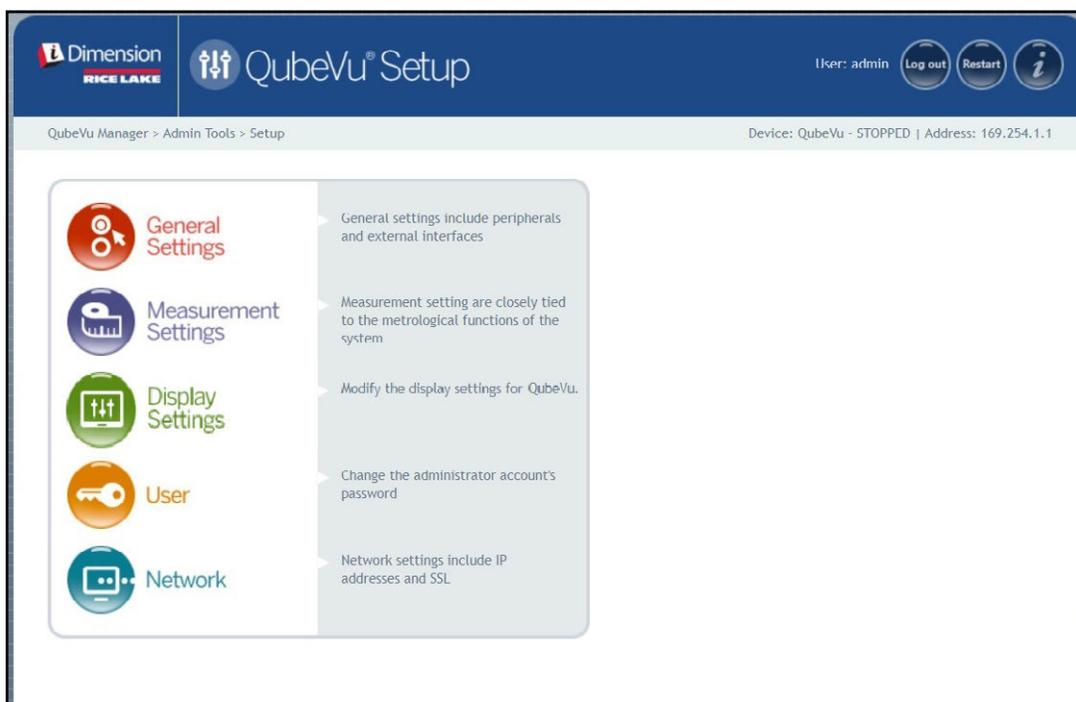

Figura 5-1. Menu Setup (Impostazione)
- Selezionare  **General Settings** nel menu **Setup** (Impostazione) (Figura 5-1 a pagina 22). Viene visualizzato il menu **General Settings** (Impostazioni generali).
- Selezionare  nel menu **Setup** (Impostazione) (Figura 5-1 a pagina 22). Viene visualizzato il menu **Measurement Settings** (Impostazioni di misura).